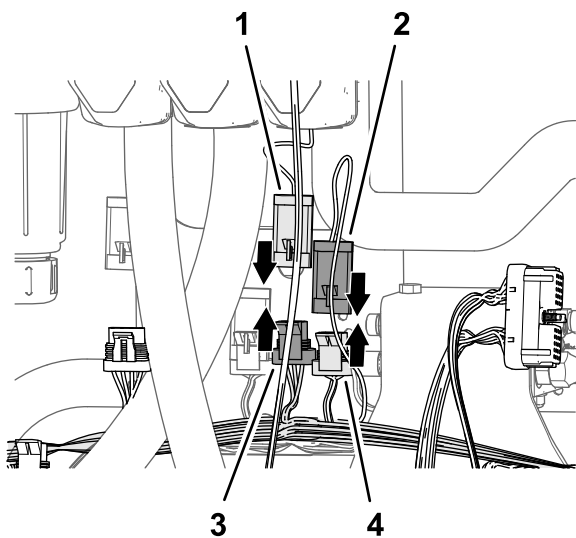

Рисунок 86
2. Подсоедините 3-штыревой разъем ответвления жгута проводов длиной 89 см из комплекта с маркировкой MASTER VALVE (ГЛАВНЫЙ КЛАПАН) к 3-гнездовому разъему жгута проводов машины с маркировкой MASTER SPRAY VALVE (ГЛАВНЫЙ КЛАПАН ОПРЫСКИВАТЕЛЯ) (Рисунок 86).
3. Подсоедините 3-штыревой разъем привода главного клапана опрыскивателя к 3-гнездовому разъему ответвления жгута проводов длиной 89 см из комплекта с маркировкой MASTER VALVE (ГЛАВНЫЙ КЛАПАН) (Рисунок 86).